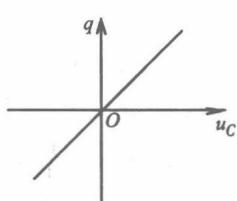

图 10.1-16
性质: ①线性电容的特性曲线为在 $q-u_c$ 坐标系下过原点的斜直线, 见图 10.1-16。